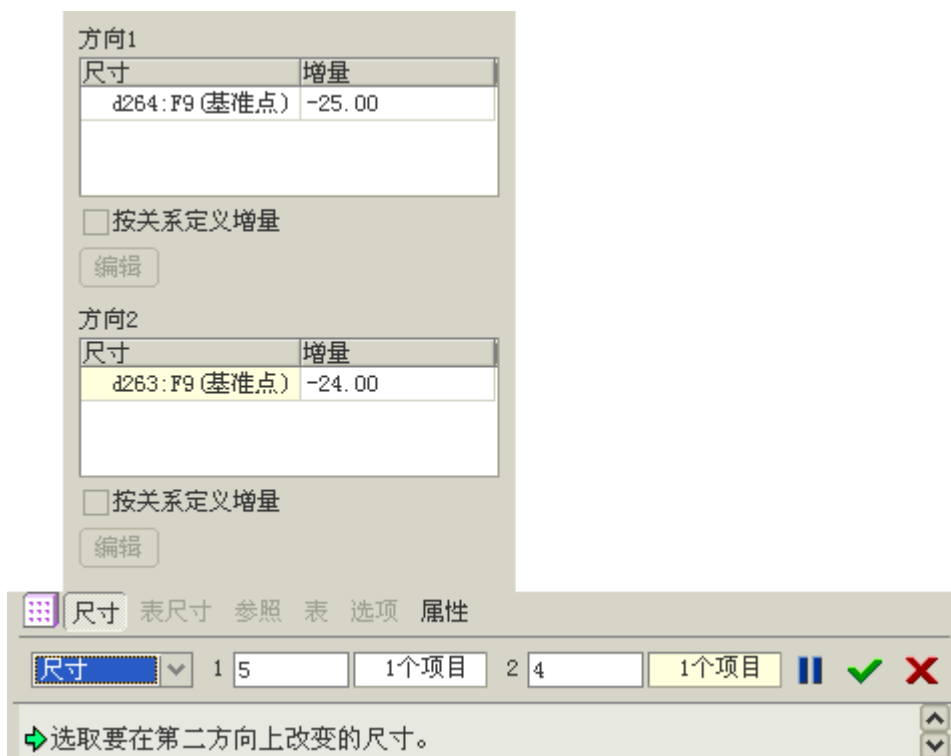

图 52-34
- (4) 选择尺寸“36”，在弹出的文本框中输入在该方向的尺寸增量为“-24”。
(5) 明确第一方向阵列个数为 5，第二方向阵列个数为 4，如图 52-34 所示。